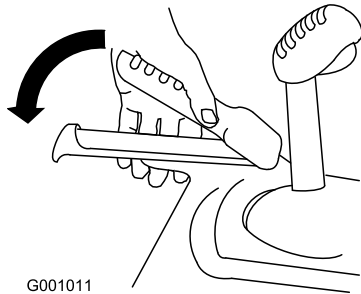

Bild 21
3. Drücken Sie den linken Griff (Fahrtrieb) zum Handgriff (Bild 21).
6. Drücken Sie den linken Griff (Fahrtrieb) zum Handgriff (Bild 21).